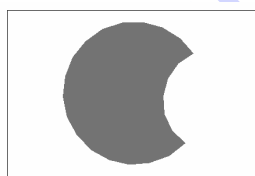

图 15-24 差集所建立的面域对象
(4) 按 Enter 键结束命令, 然后移动图形, 就可以看出差集所建立的面域对象, 如图 15-24 所示。